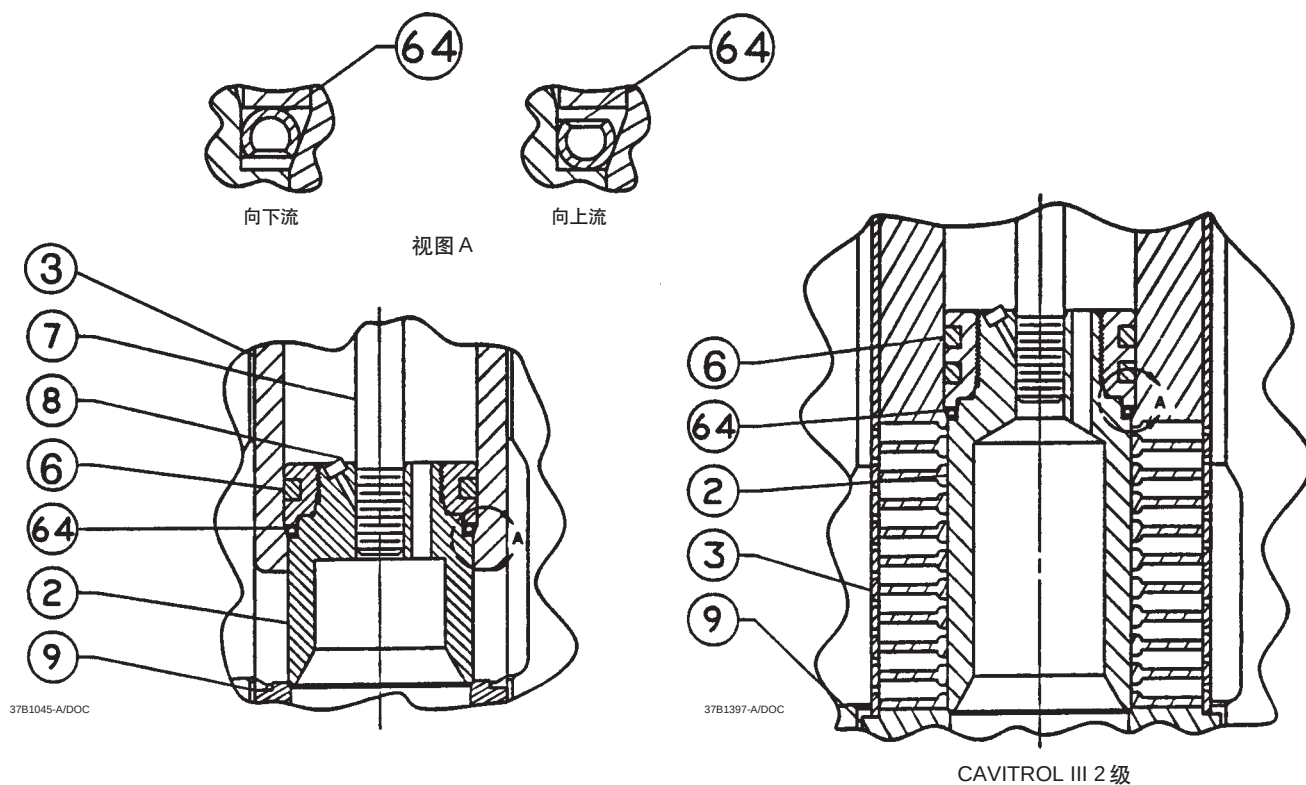

图 6. 配有 C-seal 密封环阀内件的 ED 型阀
1. 在 C-seal 阀芯密封环的内径涂上合适的高温润滑剂。同样，还要润滑阀芯外径，在此外径上，C-seal 阀芯密封环必须被压入适当的密封位置（图 6）
- C-seal 阀芯密封环的开口内部, 对于向上流向结构（图 6）的阀门，必须面朝上方。
- C-seal 阀芯密封环的开口内部, 对于向下流向结构（图 6）的阀门，必须面朝下方。
1. 在 C-seal 阀芯密封环的内径涂上合适的高温润滑剂。同样, 还要润滑阀芯外径, 因在此, C-seal 阀芯密封环必须被压入适当的密封位置 (图 6)
- C-seal 阀芯密封环的开口内部, 在向上流向结构 (图 6) 的阀门中, 必须面朝上方。
- C-seal 阀芯密封环的开口内部, 在向下流向结构 (图 6) 的阀门中, 必须面朝下方。